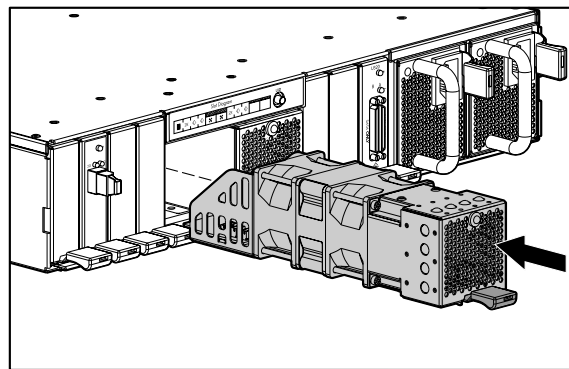

Figure 9 : Installation du module de ventilation
2. Faites glisser le module de ventilation dans le compartiment jusqu'à ce qu'il se mette en place, comme le montre la Figure 9.